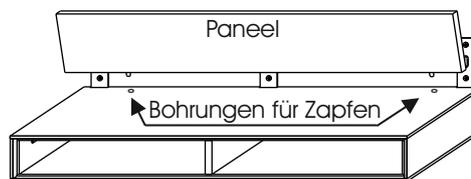

Abb.6
8. Setzen Sie das Rückwandpaneel auf den Oberboden des Möbels. Hierzu sind in dem Boden Bohrungen vorgesehen, in der die Zapfen des Paneels eingreifen. Hiernach wird das Paneel nach hinten „geklappt“ und durch Magnete, die in dem Paneel eingeschraubt sind, gehalten. (Abb.6/7)